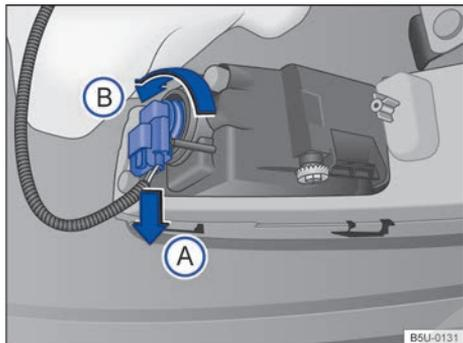

Fig. 173 Detrás del parachoques delantero: acceso a la lámpara incandescente del farol de neblina.
2. Desencajar el conector de alimentación de la lámpara → fig. 173 en el sentido de la flecha (A), presionar, al mismo tiempo, la traba de fijación del conector.
3. Girar el portalámparas → fig. 173, en el sentido antihorario de la flecha (B), y desencajarlo del alojamiento.